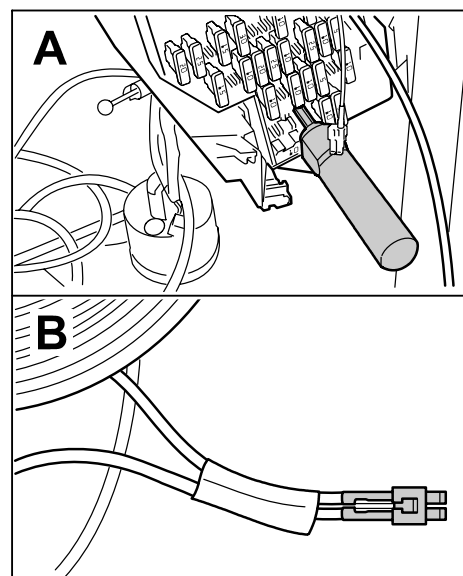

Bild 23
6.6.2 Buchsenkontakt der Leitung RD/YE; 0,5² (Ausgang) mit 88040 ausdrücken ⇒ *Bild 23 -A-* und abtrennen.
6.6.3 Leitung RD/YE; 0,5² (Nachrüstsatz) mit Leitung RD/YE; 0,5² (fahrzeugseitig) mit neuem Buchsenkontakt (999.650.356.12) zusammen-crimpen ⇒ *Bild 23 -B-*.